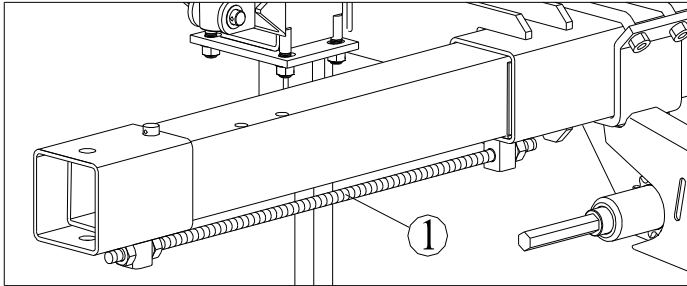

Fig. 3
Pour inter rangs inférieurs à 75 cm, 2 tiges filetées ① (fig. 3) sont à mettre en place et à régler pour limiter l'extension.
For inter-rows of less than 75 cm, 2 threaded rods ① (fig.3) are to be positioned and adjusted to limit the extension.
Für Reihenweiten unter 75 cm sind 2 Markierungsstangen ① (fig.3) montiert. Diese begrenzen den Ansschub der äußeren Elemente.